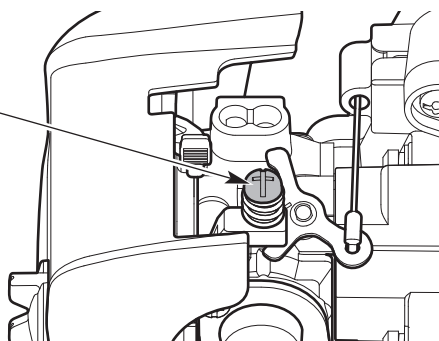

Fig. 19
- Si el motor se para, aumente la velocidad de ralentí. Use un destornillador Phillips pequeño para girar el tornillo de velocidad de ralentí en el sentido de las agujas del reloj, 1/8 de giro cada vez hasta que el motor funciona al ralentí de manera uniforme (Fig. 19).
- Si las cuchillas se mueven cuando el motor funciona al ralentí, reduzca la velocidad de ralentí. Gire el tornillo de velocidad de ralentí en el sentido contrario de las agujas del reloj, 1/8 de giro cada vez, hasta que se detenga las cuchillas (Fig. 19).